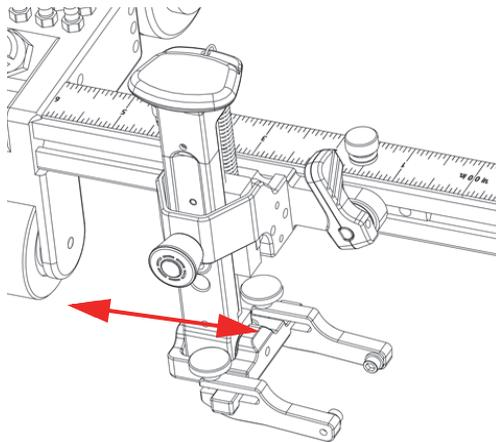

図 2-15 プローブホルダーのスライド
2. プローブホルダーを希望の位置にスライドさせます (44 ページの図 2-15)。